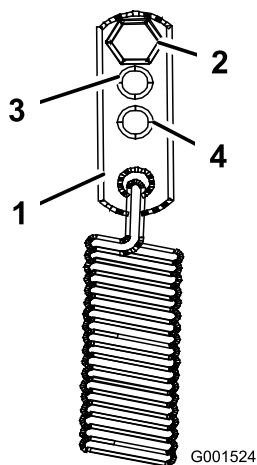

Figure 45
3. Pour des conditions de conduite plus difficiles, déplacez les ancrages de ressort aux positions service moyen ou lourd (Figure 45). Les ancrages de ressort sont fixés au coin arrière supérieur des protections de la transmission hydraulique sur les côtés gauche et droit de la machine.
Le levier du frein de stationnement est situé sur le côté droit de la machine (Figure 45). Si le frein de stationnement ne reste pas serré correctement, réglez-le.